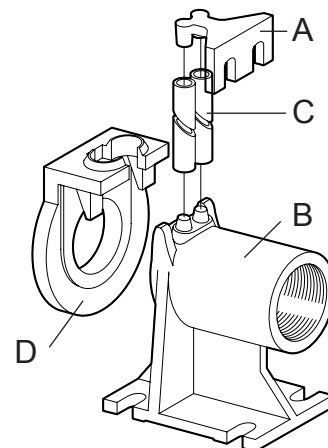

Abb. 7 Ankerungs-Fuss
- Den Verankerungs-Bügel der Rohrführungen (Abb. 7 - Pos. A) am Rand des Beckens befestigen.
- Den Stützfuss zur automatischen Koppelung (Abb. 7 - Pos. B) am Boden des Abflussschachtes positionieren und mittels dem Senkblei überprüfen, dass die konischen Vorsprünge zum Einstecken der Rohrführungen mit den entsprechenden Vorsprüngen des Verankerungs-Bügels des Beckenrandes perfekt rechtwinklig sind. Es ist auch die Ebenheit mittels einer Wasserwaage zu überprüfen.
- Die Position der sich auf dem Stützfuss befindlichen Schlitze anzeichnen und dann die korrekte Länge der Führungsrohre (Abb. 7 - Pos. C) feststellen.
- Den speziellen Gleitflansch (Abb. 7 - Pos. D) auf die Auslassöffnung der Pumpe montieren und das Seil oder die Kette an die Griffe oder Schlitze am oberen Teil des Gehäuses anhaken.